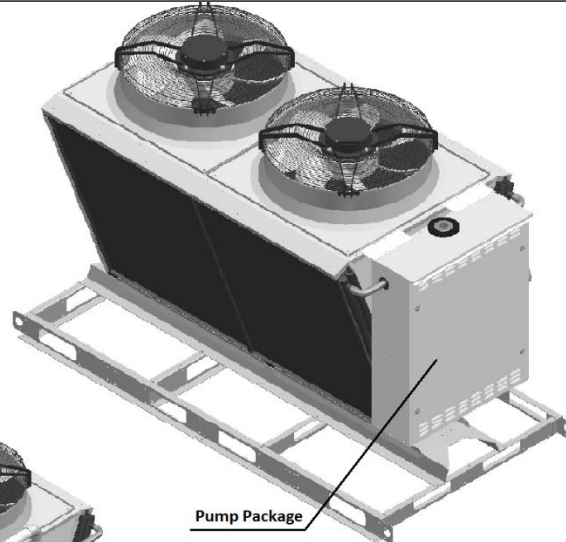
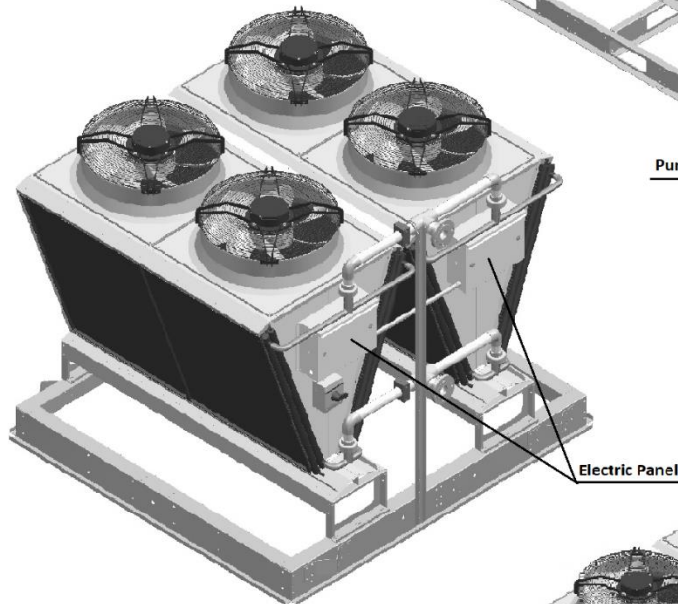
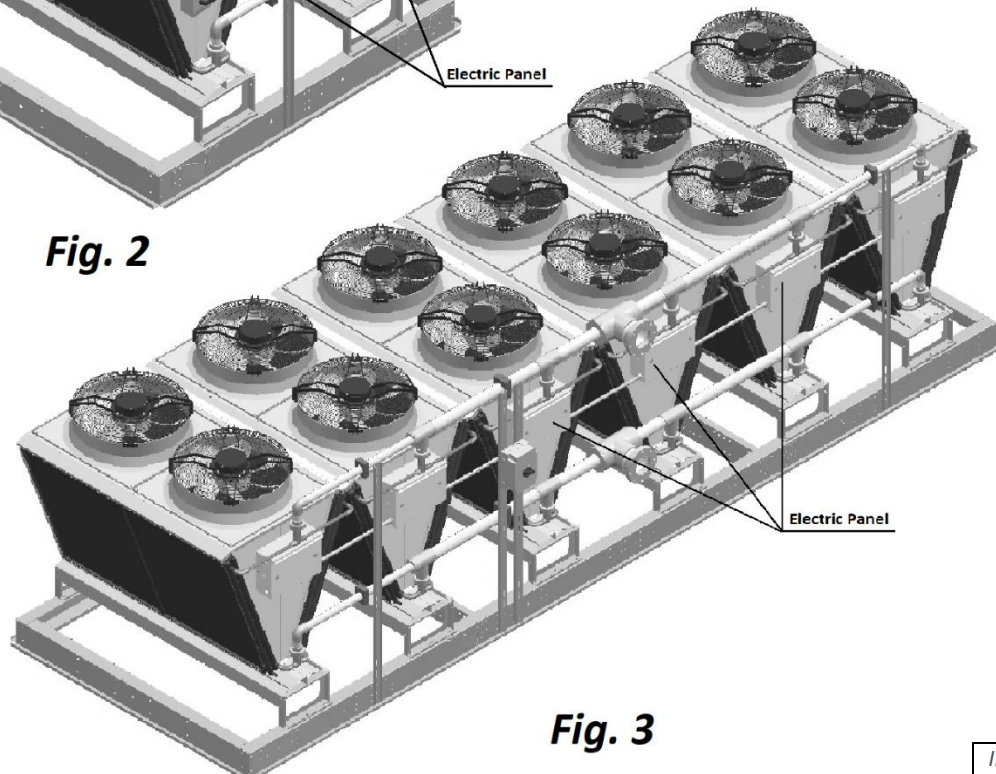

Fig. 1
Fig. 2
Fig. 3
- Le refroidisseur de fluide NG-V-12 (Ill.C.4, Fig.1) est composé d'un de ces blocs ; NG-V-22 (Fig.2) composé de deux de ces blocs, etc. Le plus grand refroidisseur de fluide unique, NG-V-62 (Fig.3) composé de six d'entre eux.
En option, chaque bloc de refroidisseur de fluide peut être équipé d'un ensemble de pompes (comme indiqué sur la Fig.1 pour le NG-V-12).